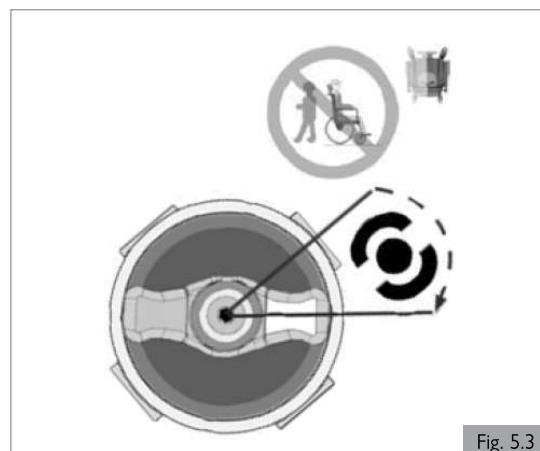
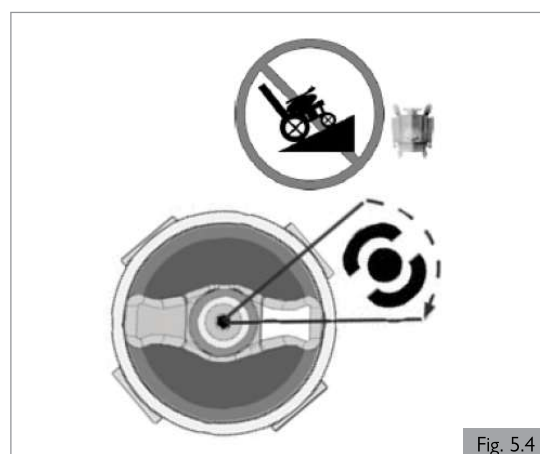

Fig. 5.3
Fig. 5.4
2. Pour le débrayage des moteurs (Fig. 5.3 et Fig. 5.4). Position « Poussée » : Alors que le fauteuil roulant est éteint, tournez le commutateur de sorte que le levier situé du côté de la roue motrice soit orienté à l'horizontal.